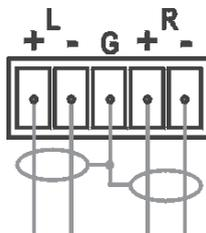

Рис. 3. Подсоединение балансного стереофонического звукового выхода
- Балансное стереофоническое звуковое соединение, см. рис. 3